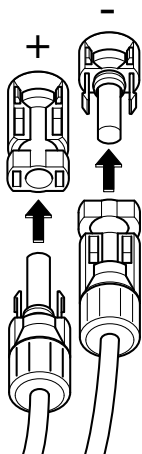

Abb. 30: PV-String anschließen
6. Die Buchsen und Stecker der DC-Leitungen am Wechselrichter einstecken **Abb. 30**. Die Dichtstopfen aus den Steckverbindern aufbewahren.